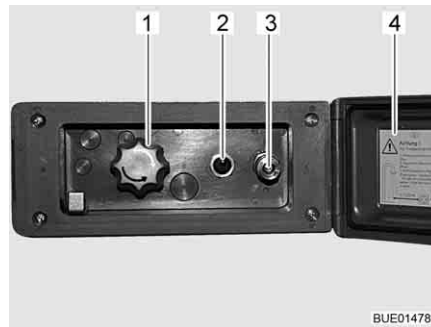

Fig. 145 Raccordo doccia esterno
- Sganciare ed aprire il coperchio (Fig. 145,4).
- Collegare il tubo flessibile della doccia esterna alla chiusura rapida (Fig. 145,3).
- Accendere la pompa dell'acqua con l'interruttore (Fig. 145,2).
- Regolare la temperatura dell'acqua ai gradi desiderati mediante la manopola (Fig. 145,1).
- Spegnere la pompa dell'acqua con l'interruttore (Fig. 145,2).
- Chiudere il coperchio (Fig. 145,4) e bloccarlo con la chiave.
- Ruotare la manopola (Fig. 145,1) sulla posizione centrale.